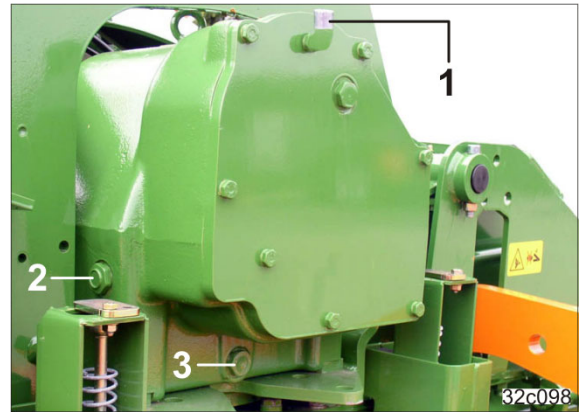

Рис. 132
Редуктор оснащен воздуховыпускным клапаном (Рис. 132/1). За счет выпуска воздуха обеспечивается герметичность редуктора.
При правильном заправочном объеме уровень масла должен быть виден в смотровом глазке (Рис. 132/2).
2. При необходимости долейте трансмиссионное масло через отверстие в резьбовой пробке для выпуска воздуха (Рис. 132/1).
2. Открутите маслосливную пробку (Рис. 132/3).